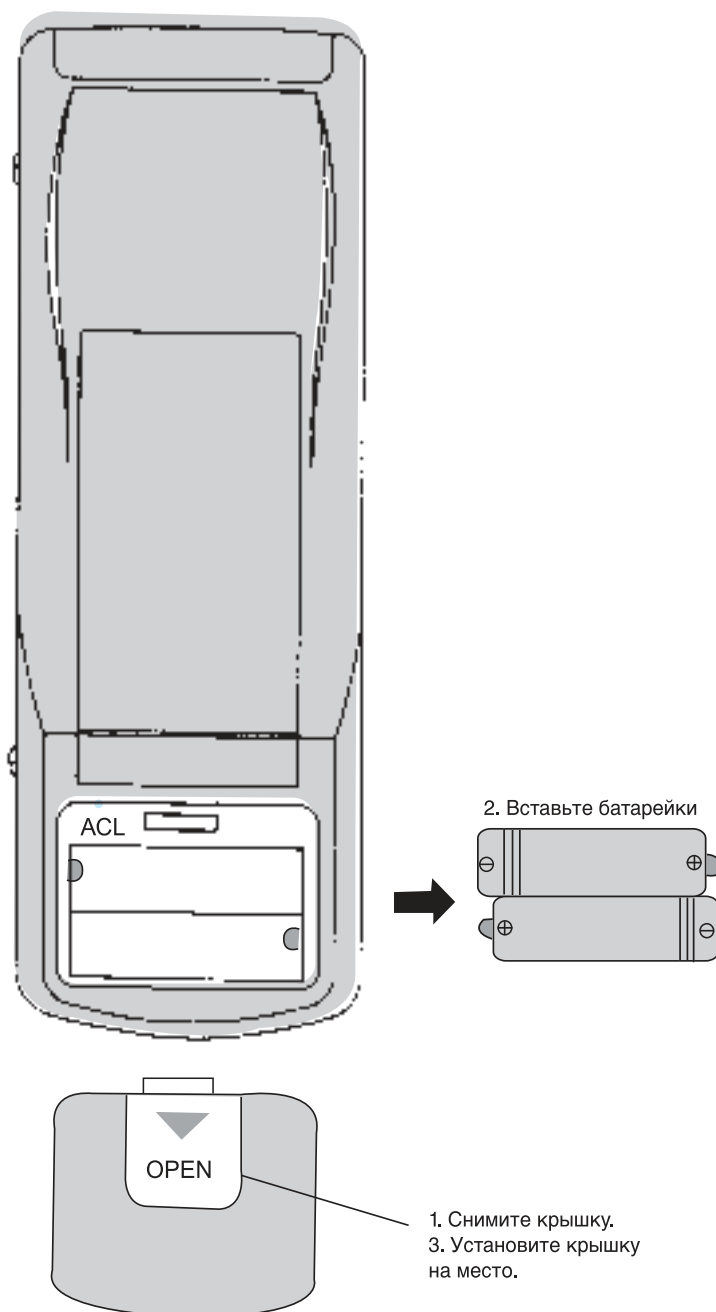

Рис. 3.9
3.1.9 Установка батареек в пульт управления (рис. 3.9).